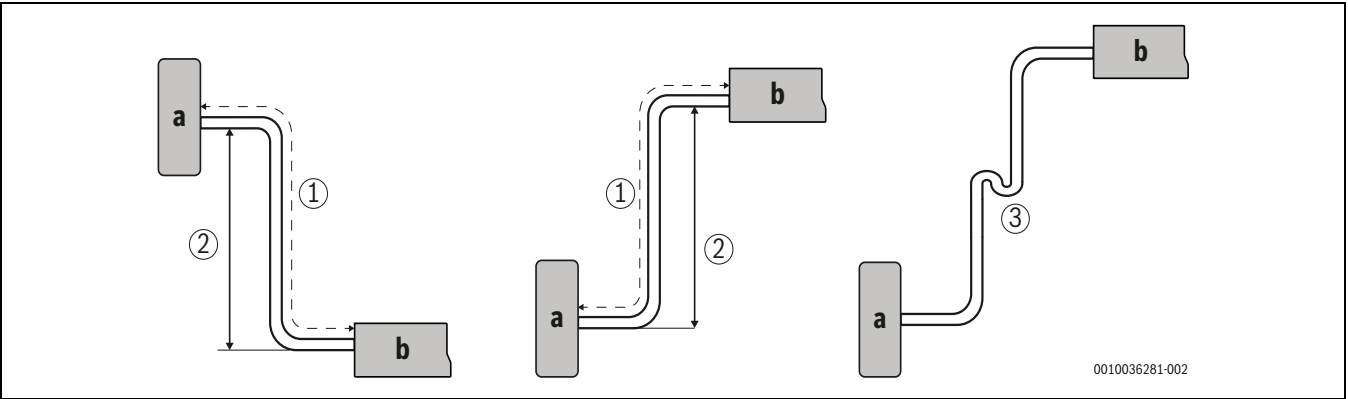

Bild 10 Rohrlänge und -steigung
- 1) Markierung (1) in → Abb. 10 beachten
2) Markierung (2) in → Abb. 10 beachten